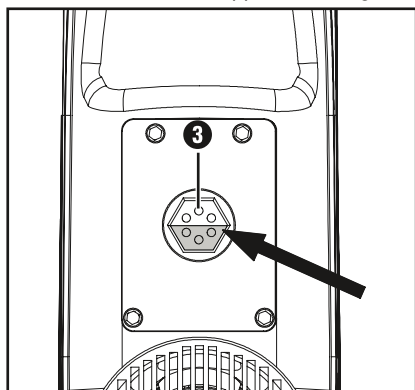

Fig. 1
- ◆ Regardez dans le hublot de contrôle de l'huile **3** sur le dessous de l'appareil si suffisamment d'huile se trouve dans l'appareil (voir fig. 1).